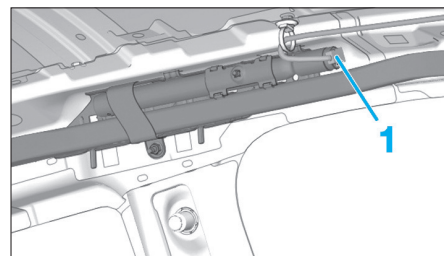

Fig. 10
- Déverrouiller et débrancher le connecteur (1) (Fig.10).